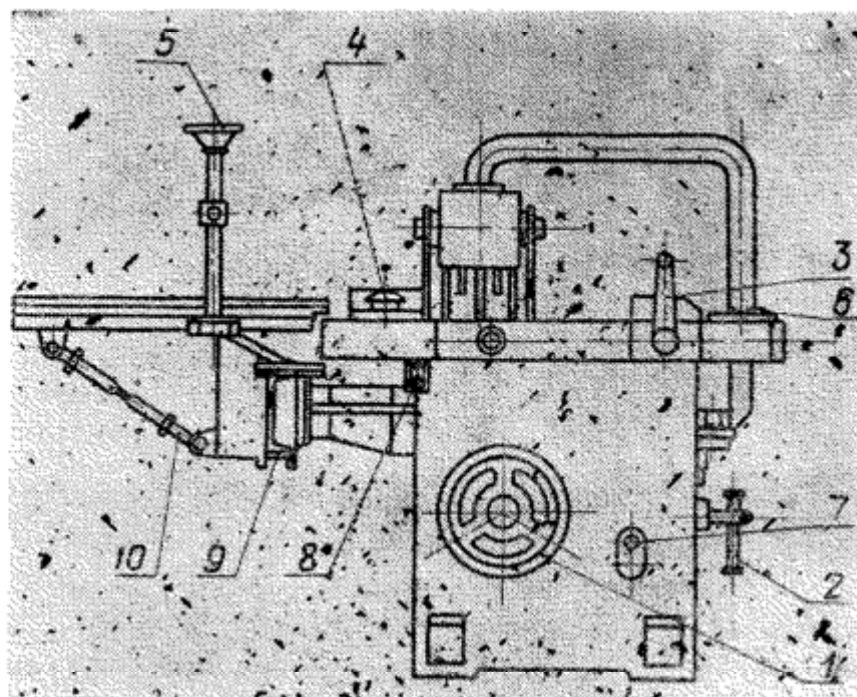

Рис. 3. Расположение органов управления.
1.3.1. Общий вид с обозначением органов управления (рис. 3).
Поз. см. рис. 3	Органы управления и их назначение
2.2.9. Ознакомившись со значением рукояток управления (см. рис. 3), следует проверить от руки работу всех механизмов станка.